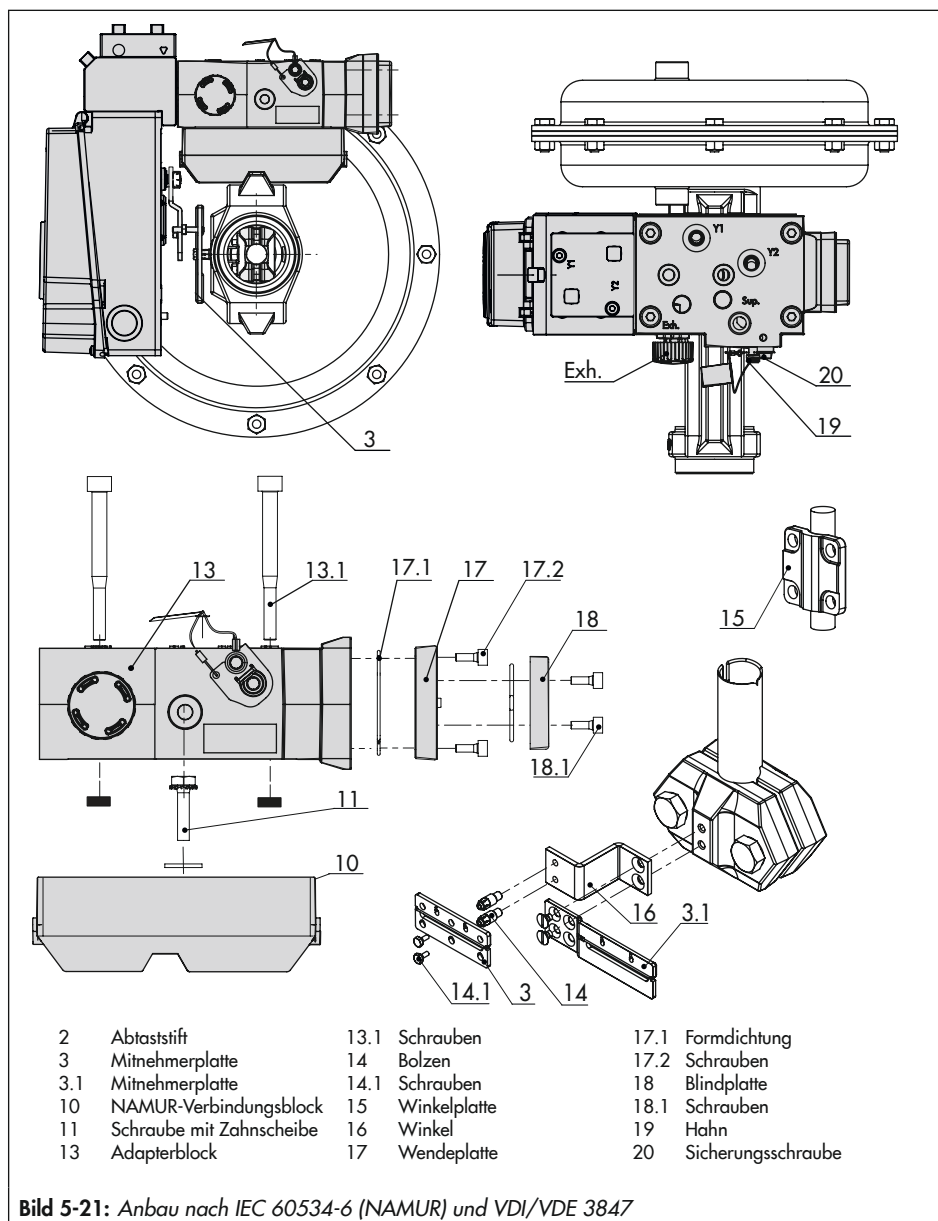

Bild 5-21: Anbau nach IEC 60534-6 (NAMUR) und VDI/VDE 3847
- ➔ Vgl. Bild 5-21
1. **Ventil Bauart 240, Antriebsgröße bis 1400-60 cm²:** Die beiden Bolzen (14) je nach Ausführung am Winkel der Kupplung oder direkt an der Kupplung festschrauben, die Mitnehmerplatte (3) aufstecken und mit den Schrauben (14.1) festziehen.